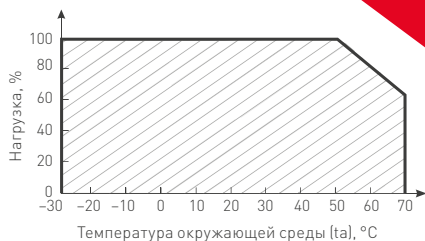

Рис. 2. Максимальная допустимая нагрузка, % от мощности источника
- 4.3. Не нагружайте источник питания более чем на 80% от его максимальной мощности. Учитывайте, что с повышением температуры окружающей среды максимальная мощность источника питания снижается, см. график зависимости на рис. 2.